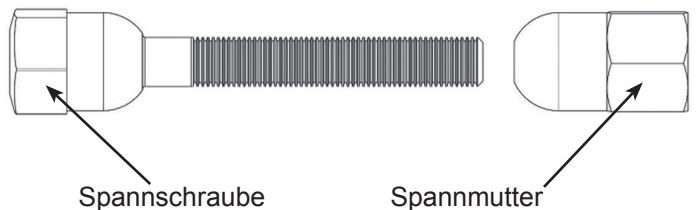

Abbildung 6
3. Die Spanschraube durch die Spannringenden führen und die Spannmutter mit dem abgerundeten Ende in Richtung Spannring gegenschauben (Abb. 6).